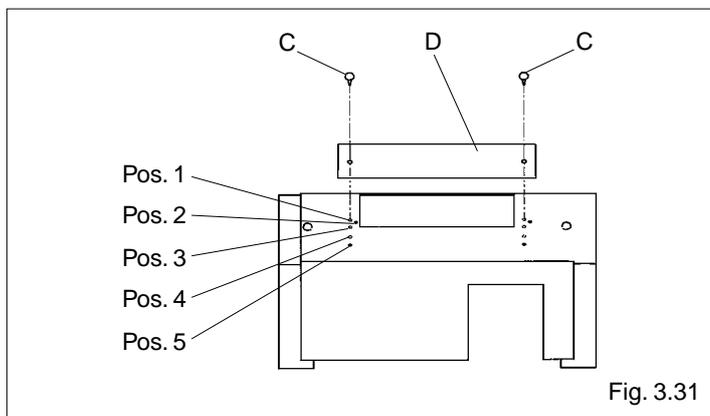

Fig. 3.31
La caldera sale de fábrica con la toma en la posición "1" (fig. 3.31).
- desenroscar los 2 tornillos (C) y poner la válvula (D) según la regulación necesaria (véanse tablas en pág. 15) sujetándola con los tornillos apenas quitados (fig. 3.31)